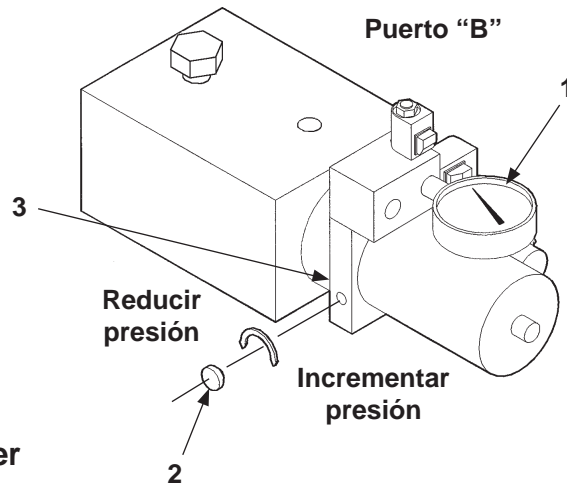

Fig. 42-1
4. Activar el interruptor de **elevantar/descender** en varias ocasiones para verificar que la presión mostrada en el indicador permanece ajustada apropiadamente (Fig. 42-1).